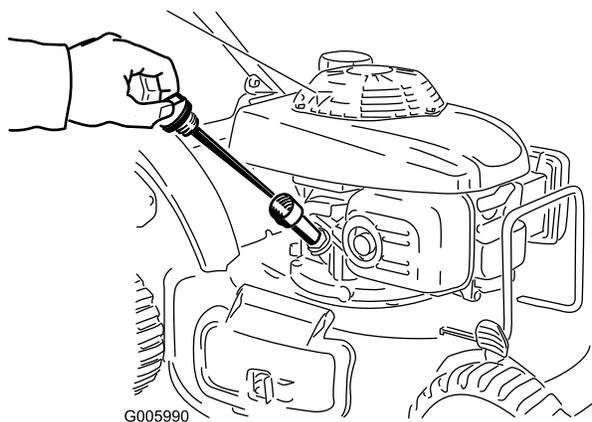

Figura 9
1. Retire la varilla (Figura 9).
2. Vierta aceite **lentamente** por el tubo de llenado de aceite, comprobando el nivel con la varilla de vez en cuando, hasta que la varilla indique que el motor está lleno, tal como muestra Figura 9. **No llene demasiado.**